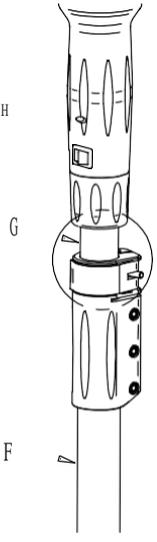

Fig.2
- Tenere bloccata con una mano la parte inferiore asta (F) Fig. 2
- Utilizzare scarpe con soles antiscivolo e guanti (Fig.2)